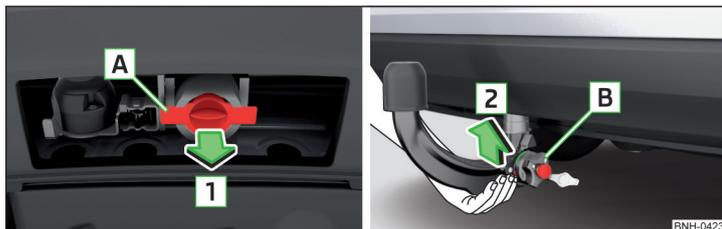

Fig. 133 Retirez le couvercle du logement / placez la boule d'attelage
- Pour **préparer le montage**, retirez le cache du logement **A** dans le sens de la flèche **1** » fig. 133.
- Pour **le montage**, saisissez la boule d'attelage **par le bas** » fig. 133.
Une fois la boule d'attelage démontée, insérez le cache pour le logement **A** dans le sens inverse de la flèche **1** » fig. 133 à la page 113.